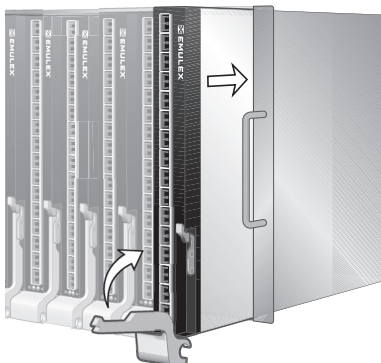

Rysunek 1. Usuwanie zalepka
1. Usu zalepek z wtyków zcza w tylnej czci moduu przekazujcego, jak pokazano na Rysunek 1, Usuwanie zalepka.